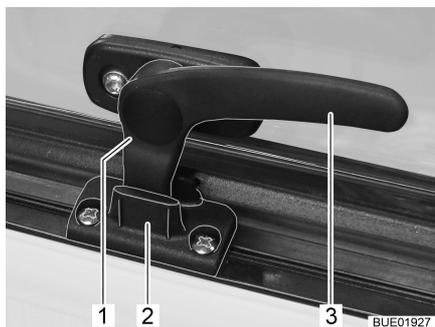

Fig. 15 Palanca de bloqueo en la posición de "ventilación continua"
- En la posición "ventilación continua" (Fig. 15)
- Girar la palanca de bloqueo (Fig. 15,3) un cuarto de vuelta hacia la mitad de la ventana.
- Girar la palanca de bloqueo un cuarto de vuelta hacia el marco de la ventana. El saliente de bloqueo (Fig. 15,1) se ha de introducir para ello en el rebaje del bloqueo de la ventana (Fig. 15,2).